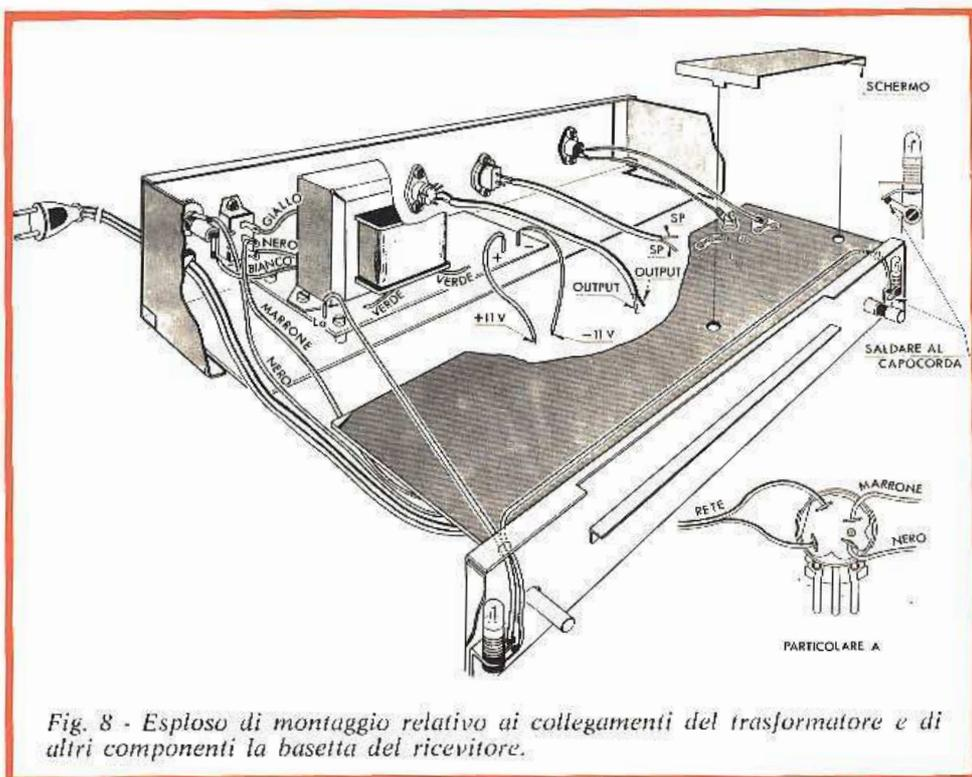

Fig. 8 - Esploso di montaggio relativo ai collegamenti del trasformatore e di altri componenti la basetta del ricevitore.
● Saldare alla presa coassiale di antenna, due conduttori aventi la lunghezza di circa 6 cm - fig. 8.
- Saldare al c.s., attenendosi alla scigrafia e alla fig. 8, i due conduttori provenienti dalla presa coassiale di antenna. Il conduttore proveniente dal terminale centrale della presa sarà saldato al terminale antenna del c.s., quello proveniente dal terminale laterale sarà invece saldato al capocorda di massa posto fra la vite del distanziatore esagonale ed il lato rame del c.s.
N.B. - In presenza di segnali molto forti in antenna si consiglia l'aggiunta di due diodi del tipo BAY46, come si nota nel particolare di figura 1, al fine di evitare che il transistor TR1 si danneggi. In presenza di disturbi provenienti dalla rete di alimentazione è doveroso inscrivere due condensatori da 4,7 nF 630 Vn tipo G.B.C. BB/2440-00 sui terminali dell'interruttore, facente capo al potenziometro P2, ed esattamente tra il terminale del filo marrone e massa l'uno e tra il filo nero e massa l'altro condensatore, osservando il particolare A della fig. 8.